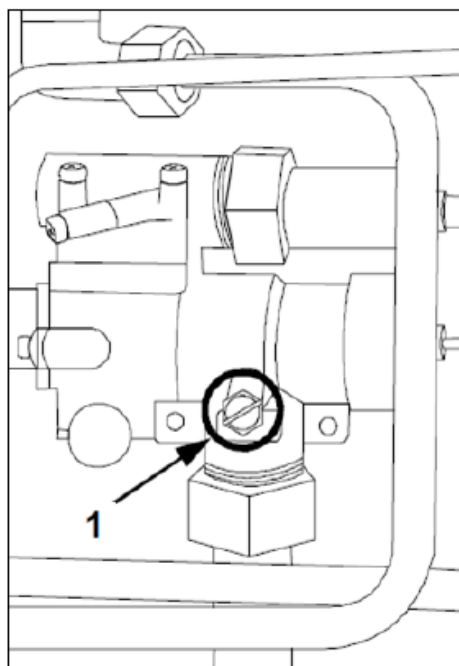

FIG.7
- 2) Die gasdichte Schraube des Sicherheitsventils (allgemeiner Hahn) lösen (Abb. 7-Bez. 1);
- 7) Die gasdichte Schraube des Sicherheitsventils (Abb. 7-Bez. 1) wieder festziehen;
- 8) Die rechte (DX) Seitenblende des Ofens wieder anbringen und festschrauben;